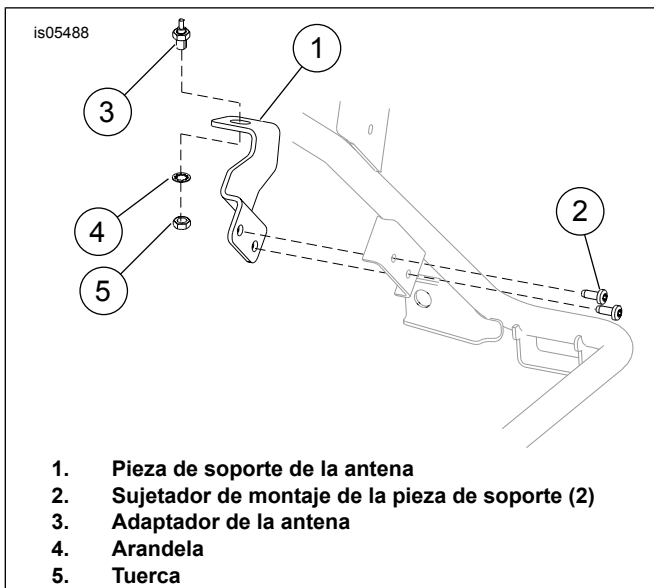
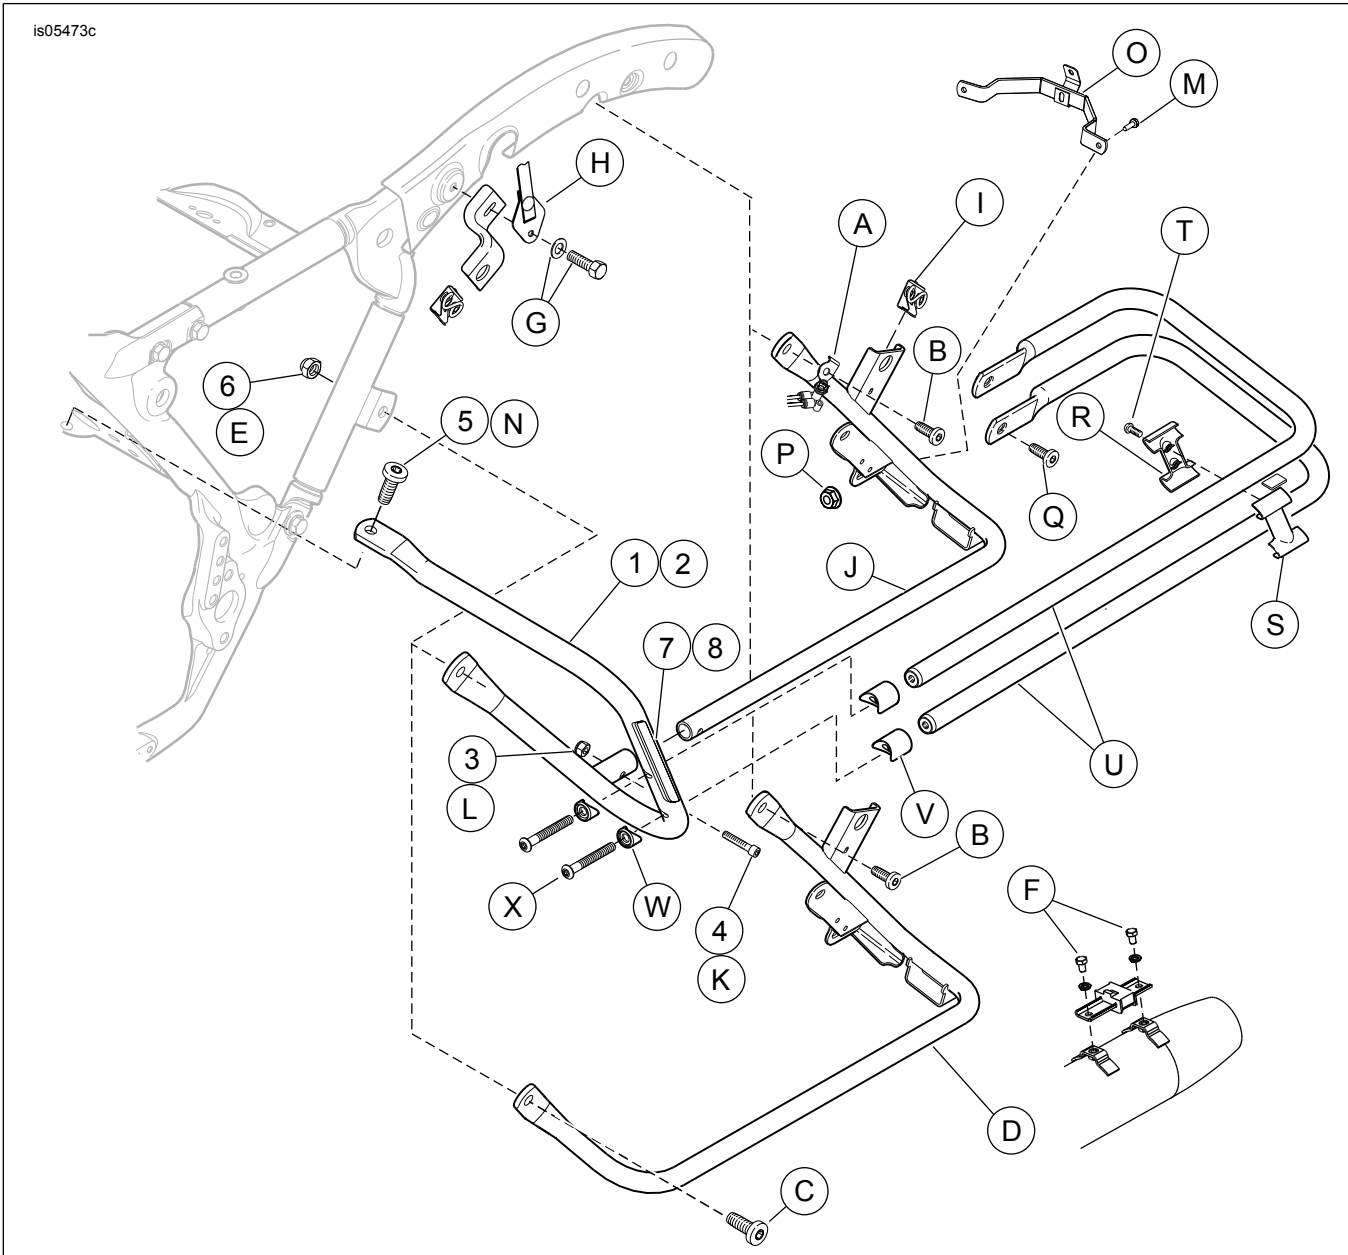

Figura 1. Extracción de la antena y la pieza de soporte
Figura 3. Piezas de servicio: Kit del protector de la alforja (se muestra el lado izquierdo)
Vea Figura 3 y Tabla 1.
2. Vea Figura 3. Quite el tornillo y la arandela de la correa de sujeción (G). Quite la correa de sujeción (H). Quite el asiento siguiendo las instrucciones en el Manual de servicio.
1. Vea Figura 3. Extraiga los tornillos (F) que aseguran los protectores de la alforja a los soportes del silenciador.
2. Quite el perno (M) y la tuerca (P). Guarde el perno (M) para la instalación. Deseche la tuerca (P).
3. Quite los tornillos (B, N y C) y la tuerca (E). Guarde los tornillos (B y C) para la instalación. Deseche la tuerca (E) y el tornillo (N).
4. Quite el receptáculo del espárrago (I) y guárdelo para la instalación.
5. Vea Figura 1. Quite la pieza de soporte de la antena (1), los sujetadores de montaje (2), la tuerca de montaje de la antena (5), la arandela (4) y el adaptador de la antena (3). Guarde la antena y los elementos de sujeción, deseche la pieza de soporte.
6. Quite el soporte (D) y deséchelo.
1. **Para los modelos FLTR y FLHX:** Vea Figura 3.
- a. Instale el tornillo de montaje del soporte trasero de la alforja (B) a través de la pieza de soporte de la suspensión de aire (A) y el soporte de la alforja (J). Instale el tornillo y apriete con los dedos.
- b. Instale el perno (M) y la tuerca (P) (comprada por separado). Apriete con los dedos.
- c. Instale el receptáculo del espárrago (I) en el soporte de la alforja (J).